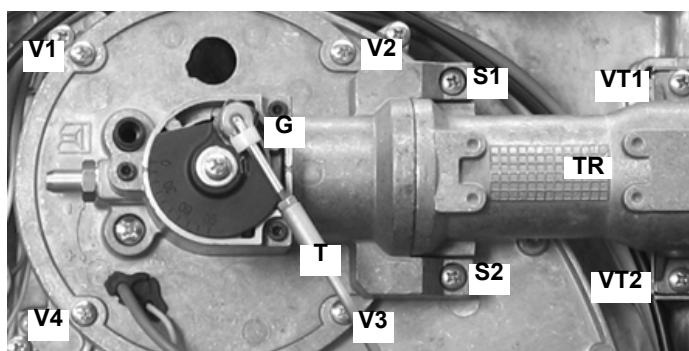

Fig. 14
- 1 Rimuovere il gancio in plastica **G** e sganciare il tirante **T** (Fig. 14) dalla sua sede.
- 2 Rimuovere le viti **V1**, **V2**, **V3**, **V4**, **VT1** e **VT2** (Fig. 14).